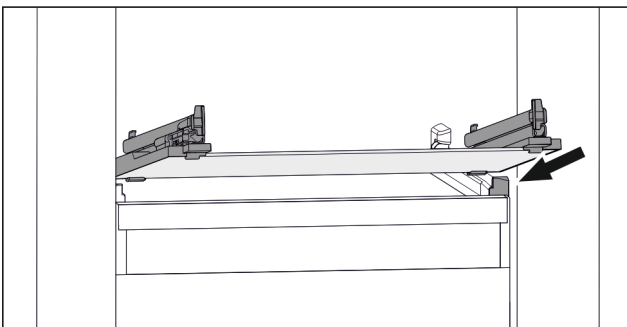

Fig. 63 Приблизне відображення скляної пластини
- ▶ Встановити скляну пластину за стопорами навкосо. (див. Fig. 63)